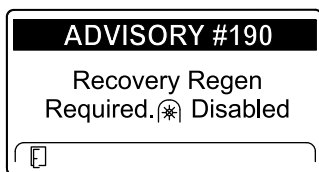

図 41
- リカバリ再生が必要です PTO が無効化されました アドバイス番号 190 図 41